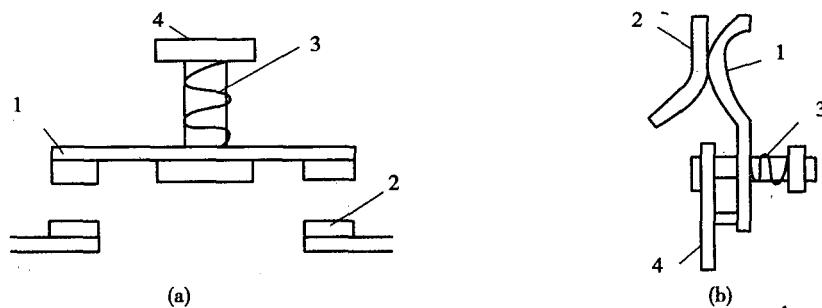

图 2-4 交流接触器的触头
(2) 触头系统 触头系统包括动触头、静触头、触头弹簧及支架等。支架受与之相连的电磁机构控制, 带动动触头动作。交流接触器触头结构形式有桥形双断面触头和指形单断面触头, 如图 2-4 所示。
直流接触器有主触头和辅助触头之分，主触头由于通断电流大，故采用滚动接触，如图 2-4(b)所示。辅助触头通断电流小，常采用点接触的桥式触头，如图 2-4(a)所示。